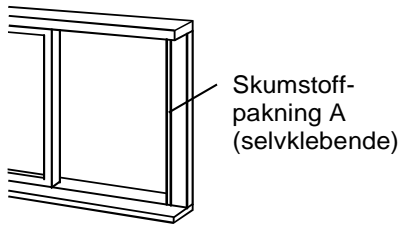

Bilde 11
5. Skjær skumstoffpakningen i passende lengde og tett den åpne spalten mellom øvre og ytre vindufløy. Viser i bilde 11.